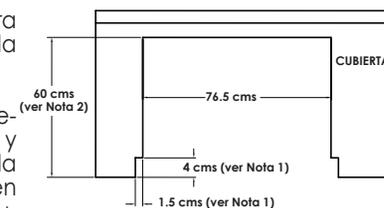
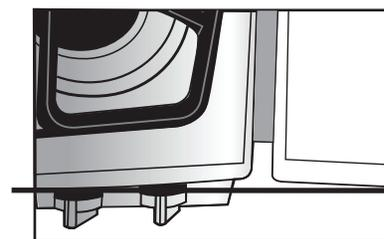

Figura 1
Figura 2
- Corte en la cubierta de la cocina: Para la instalación es rigurosamente necesario seguir y respetar las dimensiones y especificaciones indicadas del corte de la cubierta de su cocina como se muestra en la figura 1. El corte que se hace en la cubierta de su cocina es para proporcionar un apoyo fijo al equipo de empotrar y así tener una adecuada presentación y ventilación. (Fig.1)
1. Si se realizan los cortes de 4 cms y 1.5 cms indicados en la Figura 1, su estufa quedará empotrada con una misma alineación del filo de su cubierta de su cocina con el filo lateral del frente de su estufa (ver Figura 2.)
2. Si NO se realizan los cortes de 4 cms y 1.5 cms indicados en la Figura 1, su estufa quedará empotrada con el filo lateral de su estufa totalmente fuera del filo de la cubierta de su cocina (ver Figura 4). La dimensión de corte de 60 cms (ver Figura 1) cambiara de 60 cms a 56 cm.